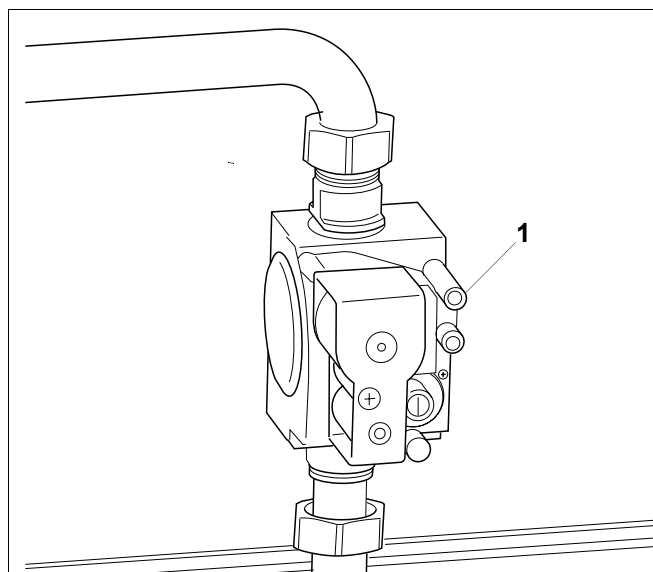

Рис. 25 Газовая арматура "SIT" 840 Sigma
- Открутить запорный винт на контрольном nipple для подключения газа и удаления воздуха (рис. 25, поз. 1) на газовой арматуре на два оборота и надеть шланг.